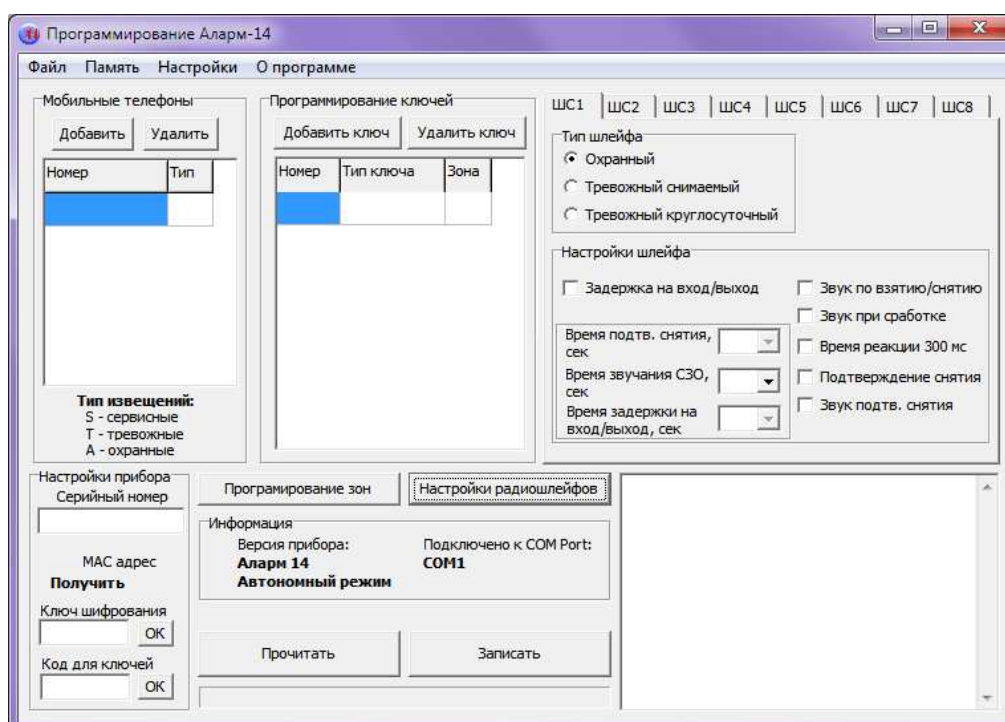

Рисунок 18
4.2 В результате выполнения этой команды на экране ПЭВМ появится основное окно «Программирование Аларм-14» (рисунок 18).